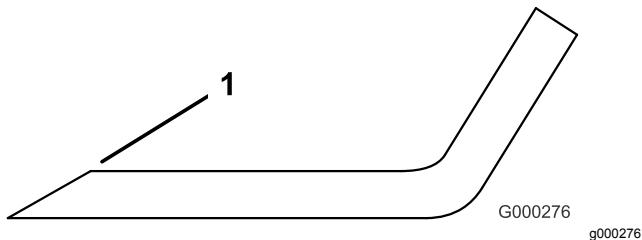

Figura 111
1. Utilize uma lima para afiar aresta de corte em ambas as extremidades da lâmina (Figura 111).
**Nota:** Se lâmina não estiver equilibrada, lime algum metal da extremidade da aba apenas (Figura 111).